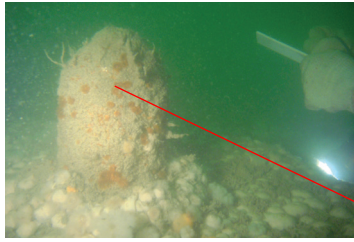

Fig. 28 : Boulon de fermeture du piston avant (cylindre moyenne pression).
Un tiroir en trapèze, dont les dimensions sont indiquées sur la figure 27, sépare les cylindres moyenne et haute pression. Le cylindre moyenne pression a un diamètre de 0,98 mètre. Ils ont un système de fermeture identique : quatorze boulons équidistants et quatre boulons plus importants. La partie centrale est fermée par un boulon de 30 centimètres de diamètre sur 20 centimètres de haut sur le piston moyenne pression (fig. 28).
* Monsieur Dirk BLAAS, chargé de la délivrance des brevets européens à Maastricht m'a indiqué que ce brevet avait été déposé en 1896 et m'en a donné une copie (fig. 28). Le TITANIC avait une machine de ce type.